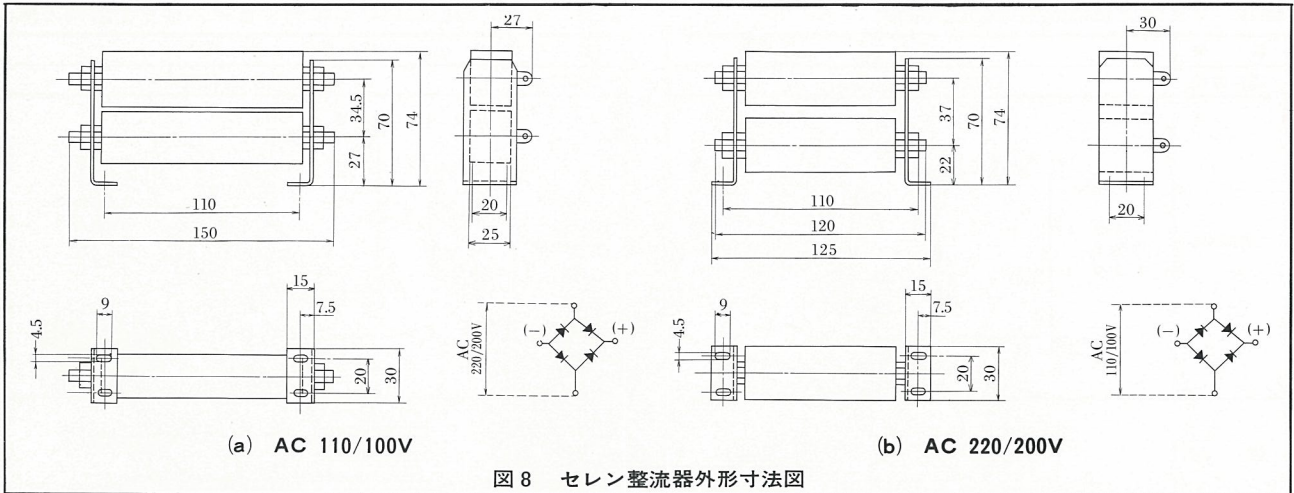

図8 セレン整流器外形寸法図
- VZ形瞬時励磁方式(交流)のときは、セレン整流器は別置になります(図8参照)。